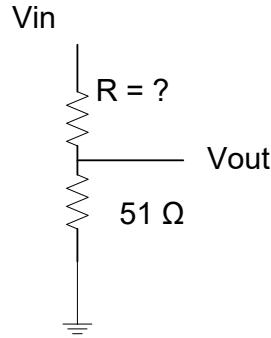

Figure 6. Circuit diviseur résistif
*Figure 6* may be used for quick determination of these RC values.